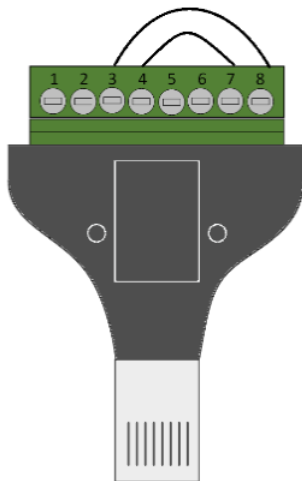

图 74 多机控制中 PDC 电源端子接线示意图
- 2) 第一台 PDC 电源以 485 接口通信时，菊花链结构中最后一台 PDC 电源的 OUT 端子需连接一个附件中的端子，将 3 脚和 8 脚短接，将 4 脚和 7 脚短接。第一台电源的输入 IN 端子同样采用上述方式短接，将 3 脚和 8 脚短接后作为 RS485-A，将 4 脚和 7 脚短接后作为 RS485-B。连接方式参阅图 74 所示。